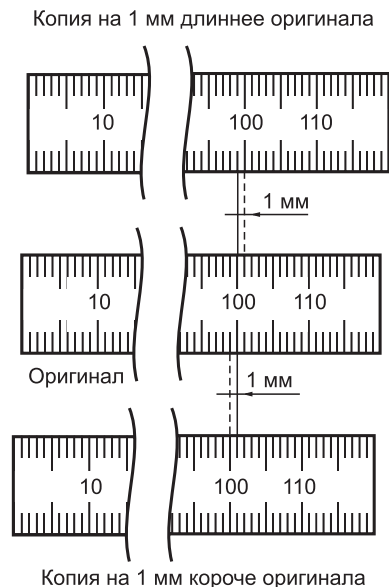

Рис. 5. Пример искажений копии
*Например:* коэффициент коррекции вертикального масштаба для ситуации, показанной на рис. 5, будет равен:
**Пример:** рассчитаем вводимые значения, если копия получилась меньше оригинала (рис. 5).